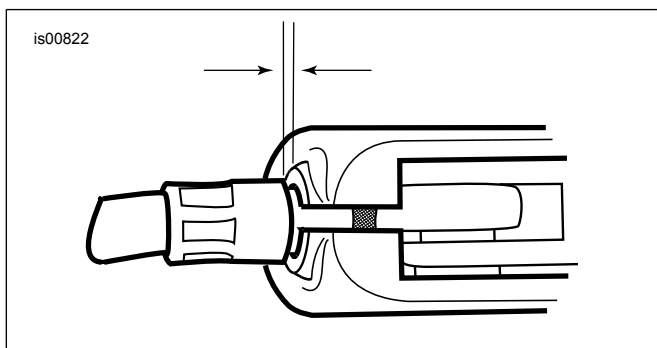

Figure 3. Jeu du câble d'embrayage, 1/16-1/8 po (1,6-3,2 mm)
- Consultez Figure 3 . Maintenir l'ajusteur à l'aide d'une clé de 1/2 po et utiliser une clé de 9/16 po pour serrer le contre-écrou contre l'ajusteur de câble. Couvrir le mécanisme du câble d'ajusteur avec la gaine de caoutchouc.